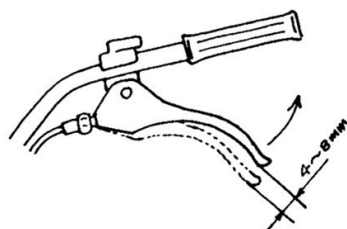

Abbildung 9
- Prüfen Sie zunächst die Spannung des Kupplungsseils. Normalerweise sollte das Kabel ein Spiel von 4-8 mm haben; ist dies nicht der Fall, lösen Sie die Haltemutter und stellen Sie das Kabel ein. Sobald die Einstellung abgeschlossen ist, ziehen Sie die Haltemutter fest (Siehe Abb. 9).